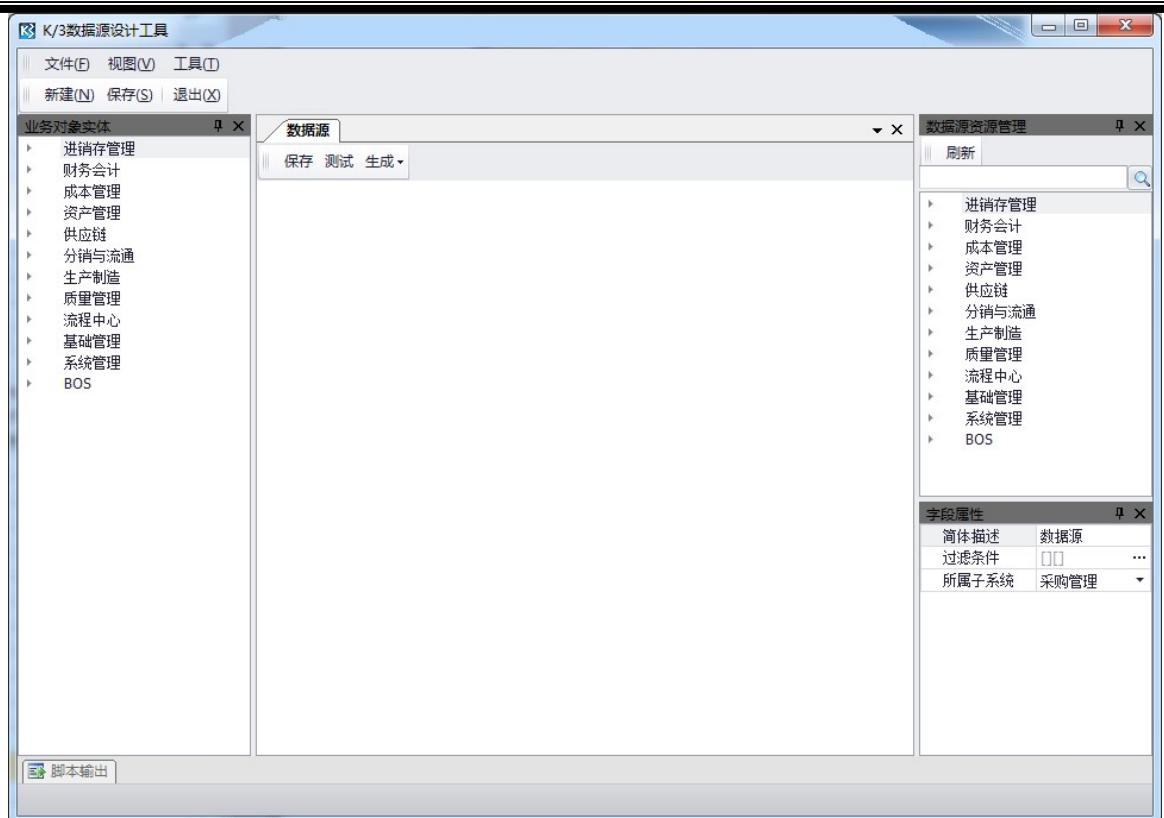

图 7-2-2 数据源设计器
- 2、打开数据源设计工具，工具界面包括菜单栏、工具栏、业务对象实体区、设计区、数据源资源管理区、属性区、脚本输出，如图 7-2-2 所示。